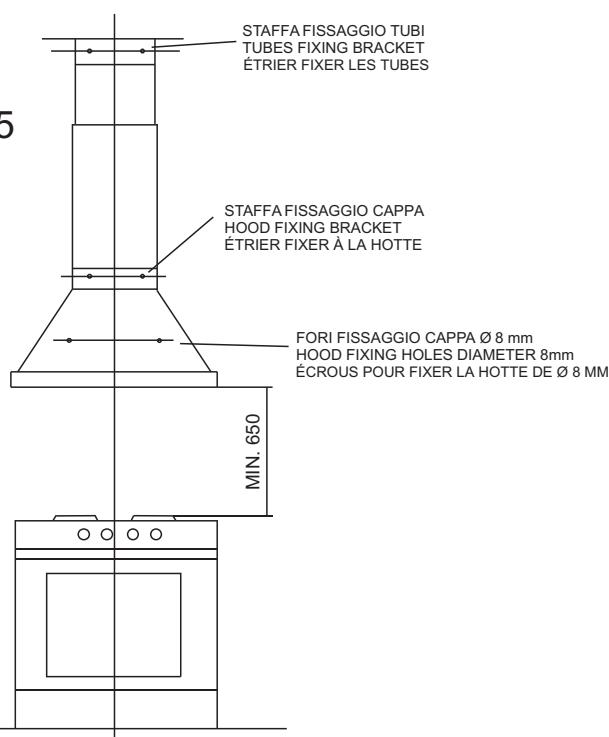

FIG. 5
- 1) Stabilire la distanza tra il piano di cottura e la cappa (Fig. 5).